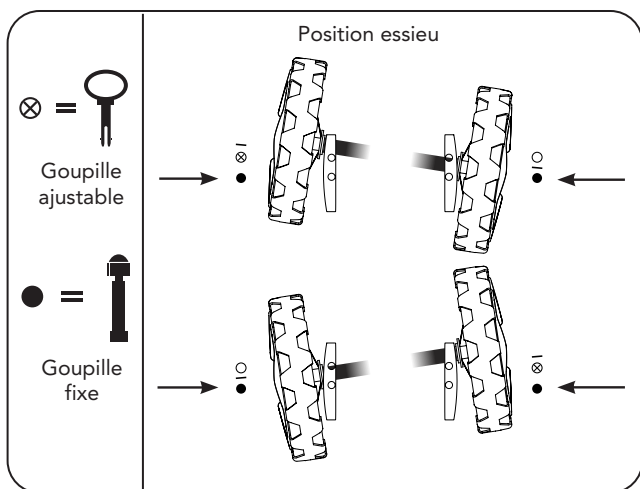

Figure 9. Alternar les goupilles d'essieu de roue
2. Inverser les positions des goupilles ajustable et fixe (Figure 9).